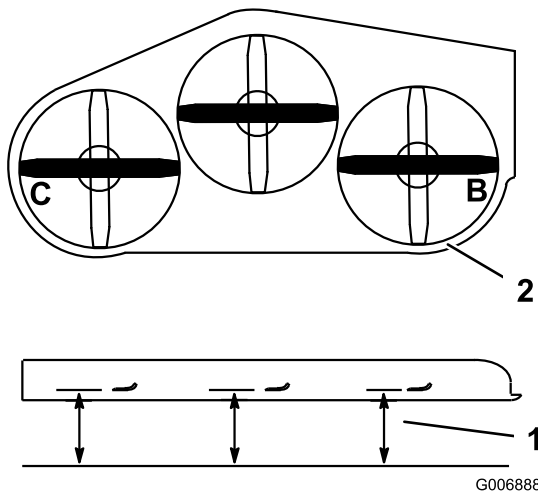

図 78
4. **B** 位置および **C** 位置で、平らな床面からブレードの刃先までの距離を測定する 図 78。